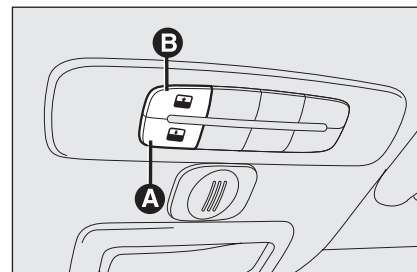
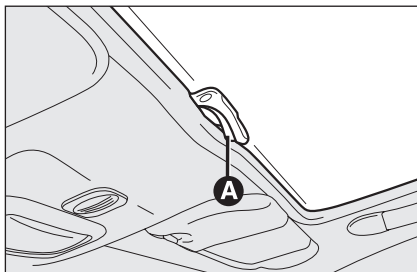

fig. 40
fig. 41
Il tetto apribile ad ampia vetratura è composto da un pannello in vetro dotato di una tendina parasole a movimentazione manuale. La tendina può essere utilizzata nelle posizioni “tutta chiusa” e “tutta aperta” (non ha posizioni fisse intermedie). Per aprire la tendina: premere il dentino **A-fig. 41**, svincolarla ed accompagnarla fino alla posizione “tutta aperta”. Per chiuderla seguire il procedimento inverso.
Il tetto apribile ad ampia vetratura è composto da un pannello in vetro dotato di una tendina parasole a movimentazione manuale. La tendina può essere utilizzata nelle posizioni “tutta chiusa” e “tutta aperta” (non ha posizioni fisse intermedie). Per aprire la tendina: premere il dentino **A-fig. 41**, svincolarla ed accompagnarla fino alla posizione “tutta aperta”. Per chiuderla seguire il procedimento inverso. Il funzionamento del tetto apribile avviene solo con chiave di avviamento in posizione **MAR**. I comandi **A-B fig. 40** posti su plancia dedicata vicino alla plafoniera anteriore, comandano le funzioni di apertura/chiusura tetto apribile.
Premere il pulsante **B-fig. 40** e mantenerlo premuto, il pannello vetro anteriore si porterà in posizione “spoiler”; premere nuovamente il pulsante **B-fig. 40** e, agendo sul comando per più di mezzo secondo, si innescerà il movimento del cristallo del tetto che prosegue automaticamente fino a fondo corsa; il cristallo del tetto può essere fermato in una posizione intermedia agendo nuovamente sul pulsante.
Dalla posizione di apertura completa, premere il pulsante **A-fig. 40** e, se si agisce sul pulsante per più di mezzo secondo, il cristallo anteriore del tetto si porterà automaticamente in posizione “spoiler”; agendo nuovamente sul pulsante, il cristallo del tetto si ferma in posizione intermedia; premere nuovamente il pulsante **A-fig. 40** e mantenerlo premuto fino alla chiusura completa del pannello.
- premere il pulsante **A-fig. 40** in posizione di chiusura;